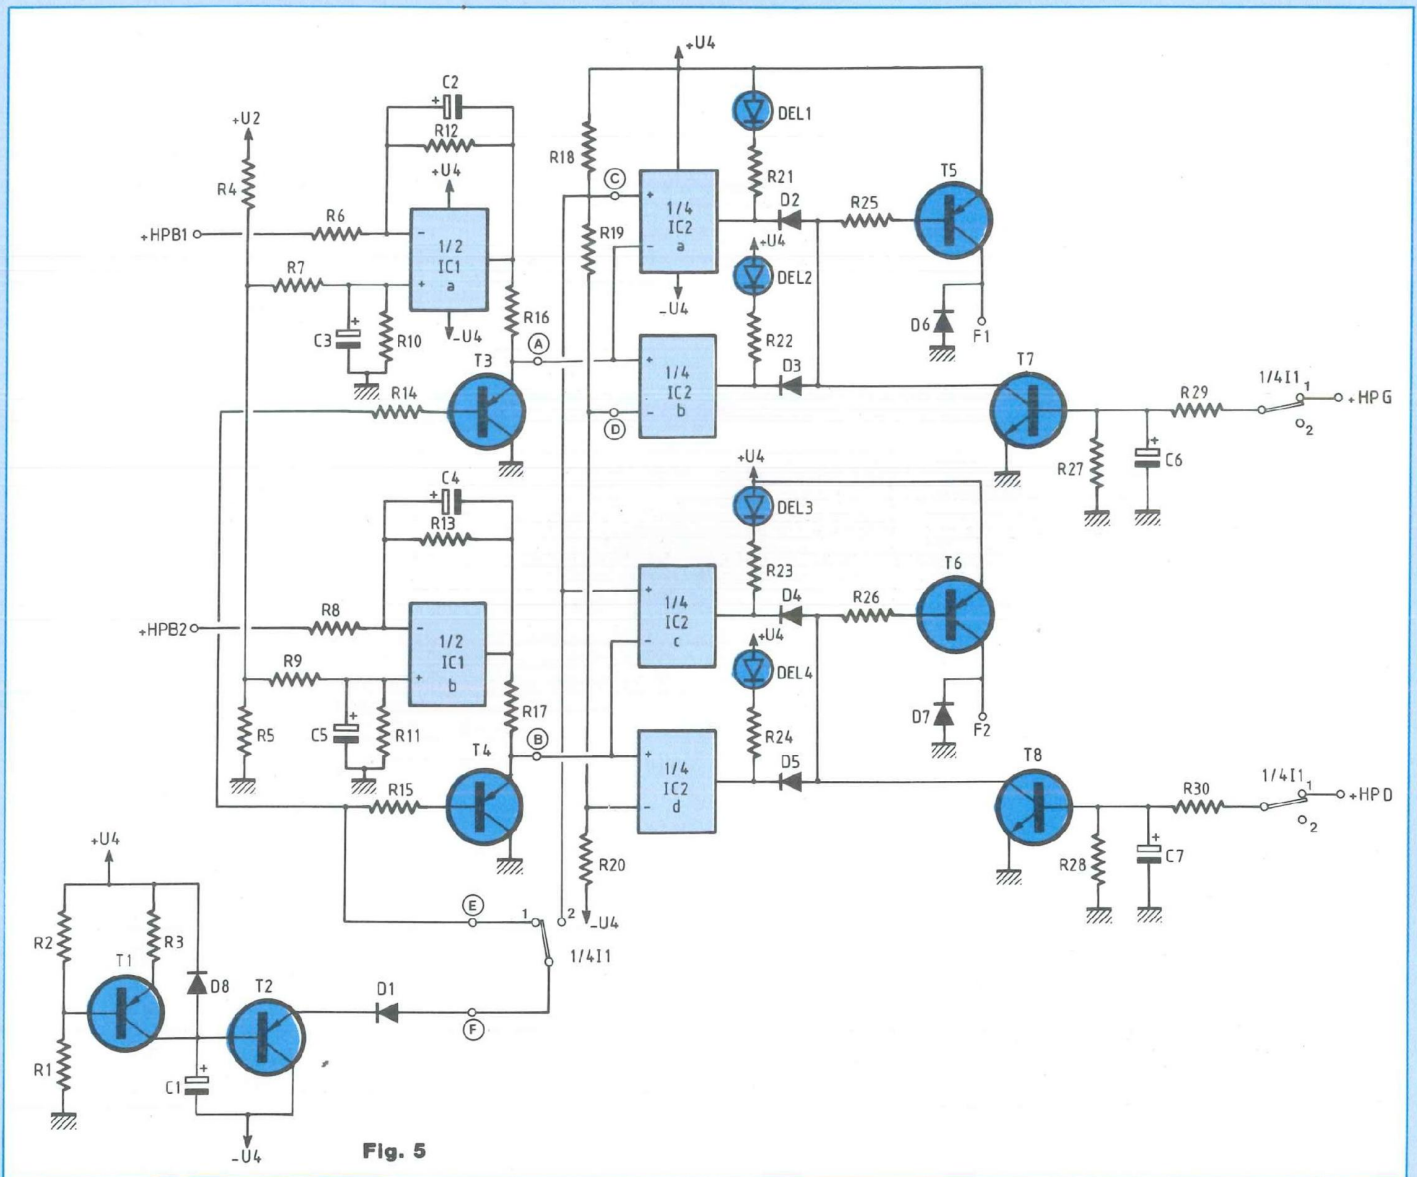

Fig. 5
Inutile pour une utilisation en stéréo, la temporisation est absolument obligatoire pour le montage en pont. En effet, il y a des pointes de plus de 80 V continu à la mise sous tension, ce qui peut être destructeur pour l'enceinte. De structure assez modeste, elle fait l'objet de la figure 5. La temporisation est extrêmement simple et ne se compose que de R1, R2, R3, C1, D1, D10, T1 et T2. L'ensemble forme un générateur qui charge un condensateur C1 à courant constant, en une vingtaine de secondes environ. D10 permet la décharge de C1 lors de la coupure de l'alimentation. T2 sert de suiveur pour que les autres circuits n'affaiblissent pas le courant du générateur, ce qui pourrait empêcher la charge de C1. L'interrupteur I1 étant en position 1, la temporisation sature T3 et T4 jusqu'à ce qu'elle ait terminé son action, à partir de la mise sous tension. De là, on force à 0V les entrées + et - de IC2, repérées par (A) et (B). Analysons le fonctionnement des comparateurs. Reliés deux à deux, ils forment deux comparateurs à fenêtre (pour a et b et c et d). Deux références de tensions sont fixées aux points (C) et (D). Elles sont les images des ddp continues à ne pas dépasser, éventuellement recueillies en sorties des amplis, et qui s'élèvent à + 0,64 V et - 0,64 V. De ce fait, comme on a 0 V en (A) et (B), toutes les sorties de IC2 sont à l'état haut. T5 et T6 sont alors bloqués, REL3 et REL4 (voir figure 3) sont au repos, ce qui permet à C11 de se charger en douceur au travers des haut-parleurs. S'il intervenait un problème quelconque qui fasse qu'une composante continue apparaisse sur le + de C11, T7 (ou T8 selon la voie incriminée) se saturerait, provoquant celle de T5 (ou T6) qui activerait REL3 et REL4 pour couper la sortie. En effet, T7 et T8 fonctionnent en émetteur commun, une charge positive sur leurs bases les fait se saturer. C'est ce qui se passerait ici grâce aux atténuateurs filtrants que sont